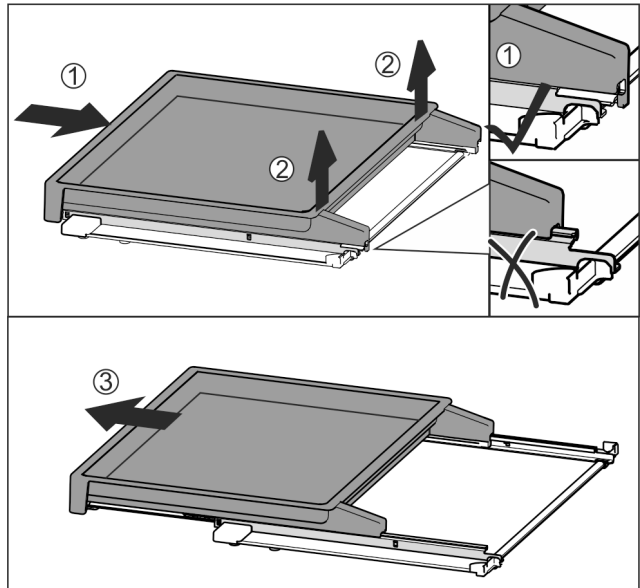

Fig. 112
- ▶ Auszugsbord vollständig einschieben Fig. 112 (1).
- ▶ Verrastung an hinterer Seite lösen Fig. 112 (2).
- ▶ Auszugsbord nach vorne herausnehmen Fig. 112 (3).